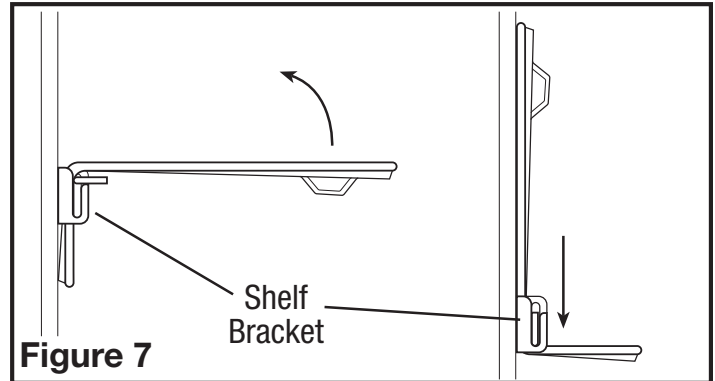

Figure 7
1. If your back splash include the optional shelves, these can be positioned upward when not in use to create additional working space. To move the shelf into the upright position, hold the front of the shelf and lift upward, then slide the shelf down into the channel of the bracket (**Figure 7**). To move the shelf into the lowered position, reverse the directions.
1. Si votre dossieret comprend les tablettes optionnelles, elles peuvent être positionnées vers le haut lorsque non-utilisées pour créer de l'espace de travail additionnel. Pour déplacer la tablette dans la position du haut, tenir l'avant de la tablette et soulever vers le haut, puis glisser la tablette dans le canal du support (**Figure 7**). Pour déplacer la tablette dans la position du bas, inverser les instructions.
- Figure 7**